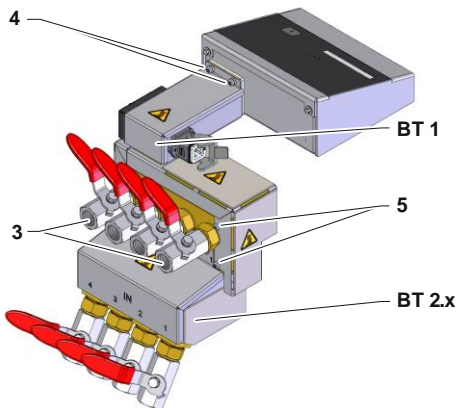

Abb. 3: Flow-5 mit Kugelhahn
- Falls vorhanden, Absperrhahn OUT 1 und 4 (Kennzeichnung 3 → Abb. 3) demontieren.
- Schrauben (Kennzeichnung 4 → Abb. 3) demontieren, Abdeckblech und Isolation entfernen.
- Schrauben (Kennzeichnung 5 → Abb. 3) demontieren, Abdeckblech und Isolation entfernen.